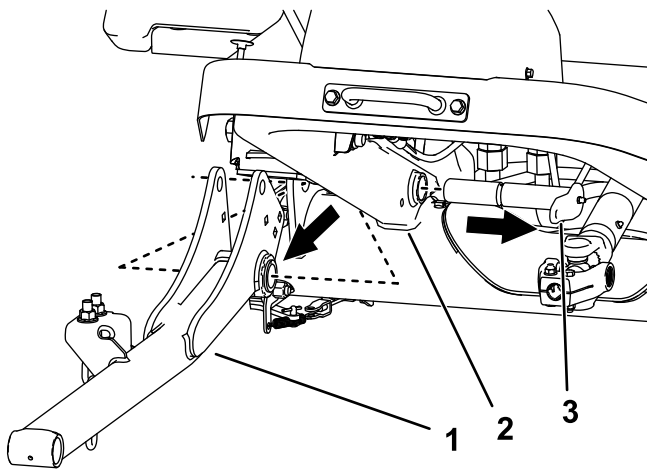

Figura 5
- E. Îndepărtați brațele de ridicare și tifturile mari de la cadrul mainii (Figura 5).